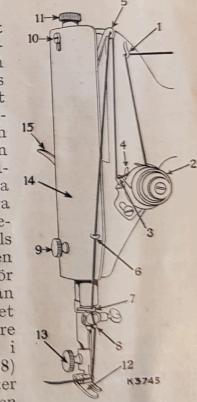
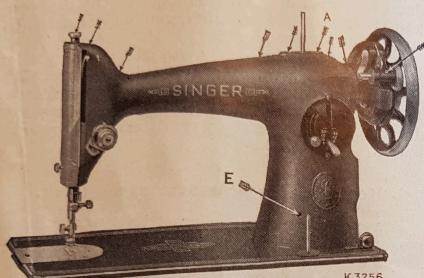
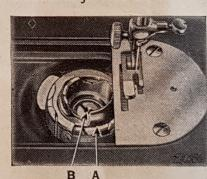
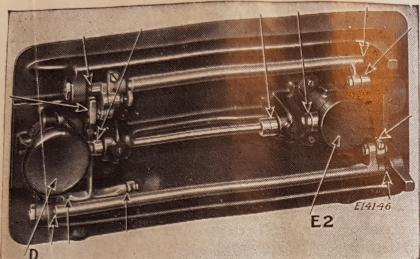

Fig. 3.
Fig. 13.
Fig. 15.
Fig. 16a.
(se fig. 3)
Man stannar maskinen med trådlyftaren (5, fig. 3) på dess högsta punkt, lyfter upp pressarfoten (12, fig. 3) och drager arbetet från sig bakåt snett åt vänster ungefär 10 cm, skär av trädarna mot trådavskäraren samt lägger näl- och skyttelträdsändarna som förut bakåt under pressarfoten.
Tillsé, att såväl skyttel som näl äro rätt trådd, att fjädern (3, fig. 3) icke är avbruten eller har kommit i orätt läge samt att passande tråd och näl användes för det material, som skall sys (se tabellen på omslagets tredje sida).
För att maskinen skall kunna arbeta tynt och lätt är det nödvändigt, att alla arbetande delar, som äro i kontakt med varandra, äro väl oljade **och icke tilltass bliva torra**. Maskinen skall alltid oljas på de ställen, som pilarna anvisa i fig. 13 och 14. En droppe olja är tillräcklig på varje ställe. Då man oljar skall pipen i oljekannan föras tillräckligt långt in i oljehålen.
För att olja nälstängsmekanismen lossar man frontplåten (14, fig. 3) genom att skruva ur
För vanlig sömnad i hemmet behöver trycket av pressarstången sällan ändras. Vid syning av tunt sident eller annat särskilt tunt tyg bör pressarstångens tryck dock minskas något, vilket sker genom att vrida den i dess övre ände sittande knappskruven (11, fig. 3) två eller tre varv åt vänster; för att öka trycket vrider samma skruv åt höger. Trycket får endast vara så starkt, att det hindrar tyget från att lyftas upp tillsammans med nälen samtidigt att det tillåter en jämn frammatning av arbetet. Ett hårdare tryck har till följd, att maskinen går tungt.
knappskruven (9) och lyfter frontplåten över den lilla skruvens huvud (10, fig. 3), sedan denna lossats något. Det är särskilt nödvändigt att punkten märkt "A" (fig. 13) oljas, när nälstängen står på sin högsta punkt.
Drag skjutluckan åt vänster medan trådlyftaren (5, fig. 3) står på sin högsta punkt, och dryp en droppe olja i skyttelbanan vid pilen "A" och ett par droppar i oljehålet "B" i fig. 15. Stäng sedan skjutluckan.
För att komma åt delarna under huvudplåten lyftes man upp maskinoverdelen på dess gångjärn och tillför clja till de med pilar utmärkta ställena å fig. 16a.
Kuggdreven, som döljs av locket (E2, fig. 16a), oljas genom oljehålet (E, fig. 13). Kuggdreven, dolda av locket (D, fig. 16a), oljas å det ställe just ovanför locket, som pilen (D2, fig. 16) visar.